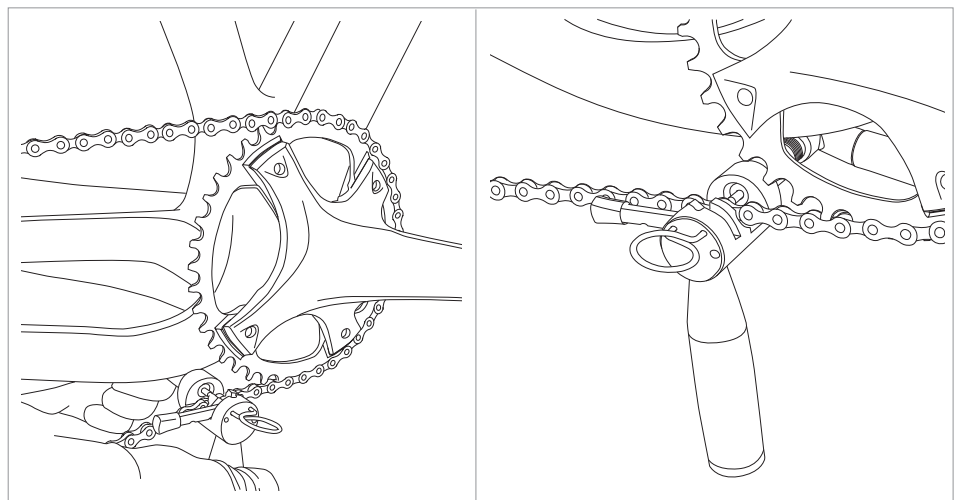

Fig.8
- Positionnez l'outil UT-CN400 comme il est indiqué sur la Fig. 8.